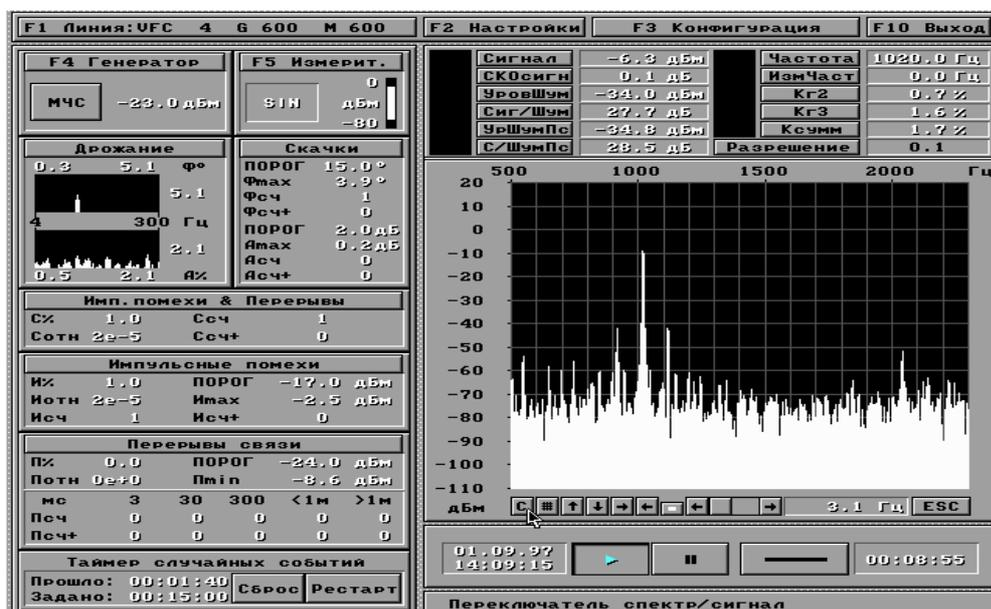

Рис. 17 Детализация представления спектра
- 2) С помощью кнопки **F6 Спектр** можно расширить окно **СПЕКТР** (см. Рис. 17). Далее, манипулируя мышью в поле графика спектральной мощности можно увеличить интересующую пользователя область спектра, для чего следует установить курсор в угол интересующей области, нажать левую кнопку мыши и, удерживая кнопку, "натянуть" появившуюся рамку на масштабируемую область, после чего отпустить кнопку - обозначенная область спектра будет переотображена в полном окне. Кнопка **#** восстанавливает исходный масштаб представления спектра. Если при операции масштабирования нажата кнопка **▶** (воспроизведение) или кнопка **⏸** (пауза), то ввиду того, что процесс измерений не прекращается, на экран при каждом изменении масштаба будет выведено изображение, соответствующее спектру текущего измеренного сигнала, а не того, спектр которого хотелось бы рассмотреть внимательнее. Для того, чтобы остановить процесс измерений и затем подробно рассмотреть интересующие участки спектра, необходимо нажать кнопку **■** (стоп) и затем производить масштабирование неподвижного изображения. Кнопки **↑**, **↓**, **→**, **←** позволяют перемещать изображение спектра, изменяя начальные точки отсчета горизонтальной и вертикальной осей. Кнопка **■** позволяет изменять цвет спектральной диаграммы.